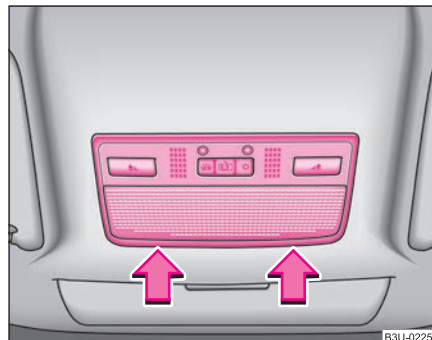

Fig. 206 Lampa interioară din față la autovehiculele fără trapă/plafon glisant
- Introduceți o șurubelniță mică în fanta de lângă lampă ⇒ pagina 264, fig. 206.